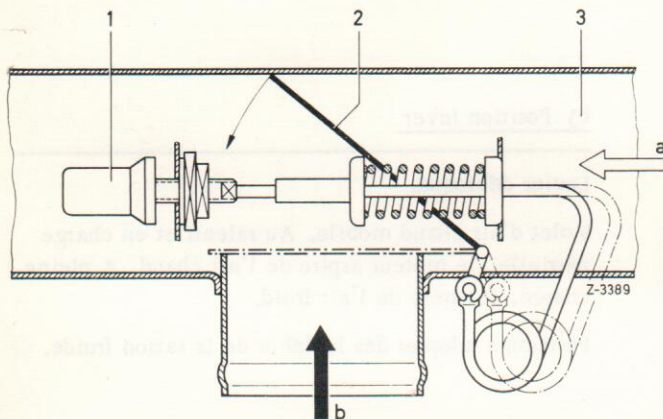

Fig. 09-2/2
Le préchauffage de l'air d'admission est réglé automatiquement par un thermocontact (1) placé dans le tube d'aspiration du filtre à air. Jusqu'à $+15^{\circ}\text{C}$ env., le volet d'air chaud (2) est complètement ouvert. Aux températures supérieures à $+28^{\circ}\text{C}$ env., il est complètement fermé (fig. 09-2/2). A partir de janvier 1971,